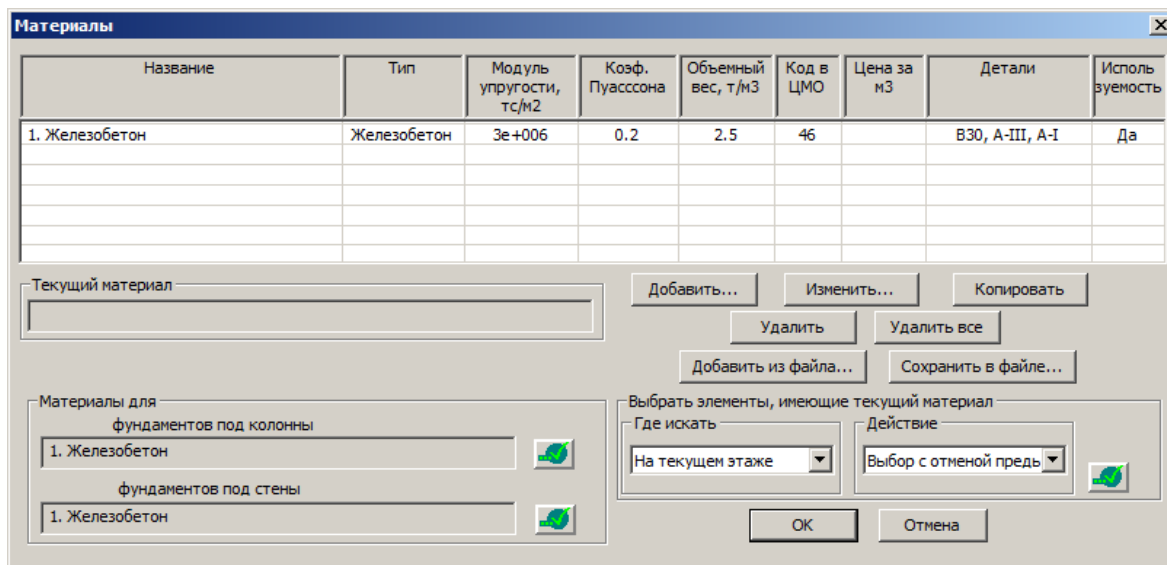

Рис.14.1.1. Окно диалога **Материалы**
- В окне диалога **Материалы** (рис. 14.1.1) выберите материал **Железобетон** и нажмите кнопку **Изменить**.